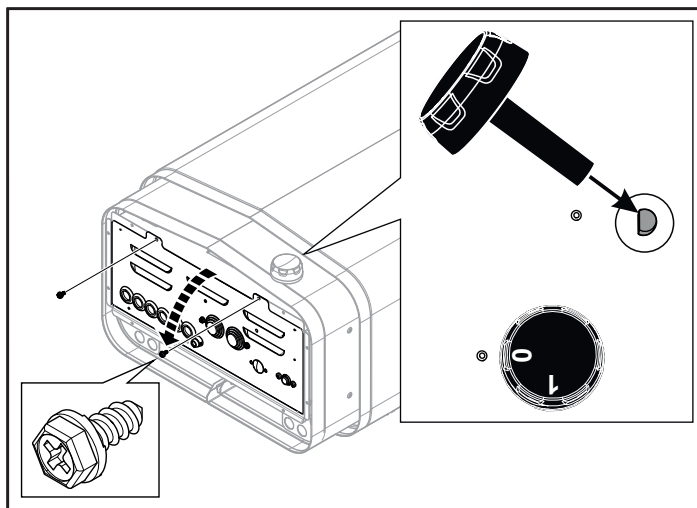

Рисунок 8: Открытие/закрытие крышки
1. Положите нагреватель лицевой стороной вверх. Установите ручку (см. рис. 8).
2. Открутите винты и откройте крышку (см. Рисунок 8).
- Закройте крышку и затяните винты (см. Рисунок 8).